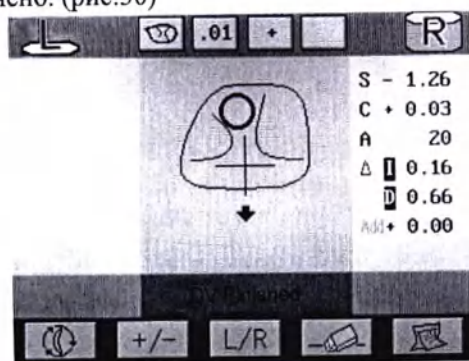

рис.29
- 3) Двигайте линзу по направлению индикатора, вращайте ручку линзового экрана двигая экран к прибору до пересечения с "О". Затем "О" сменится на "+", измерение DV закончено. (рис.29)